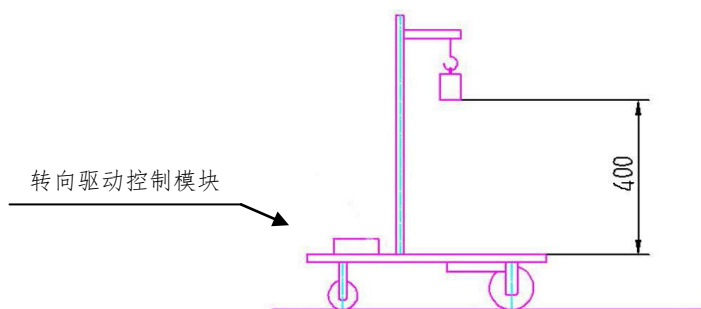

图 2.1 小车示意图
**小车：**三轮结构，其中一轮为转向轮，另外二轮为行进轮，(要求 2 个行进轮用 1.5mm 厚度的钢板或可用激光切割加工且不超过 8mm 厚度的非金属板制作，要求行进轮轮毂与轮外缘之间至少有 40mm 的环形范围，这个范围将用于进行统一要求的设计和激光切割)，允许二行进轮中的一个轮为从动轮。小车应具有赛道障碍识别、轨迹判断及自动转向功能和制动功能，这些功能可由机械或电控装置自动实现，不允许使用人工交互遥控。如图 2.1。